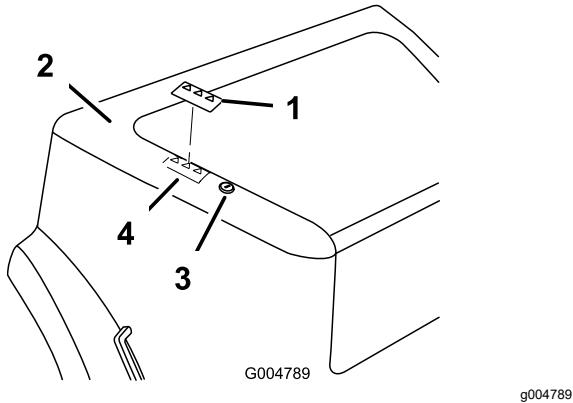

Bild 10
1. Reinigen Sie den Bereich an der Motorhaube gründlich, auf dem Sie den Aufkleber anbringen möchten (Bild 10).
3. Ziehen Sie die Schutzfolie des Sicherheitsaufklebers ab, bringen Sie ihn in Bild 10 dargestellt auf der Motorhaube an und räkeln Sie mit überlappenden Strichen von der Mitte zu den Rändern hin über den Aufkleber.